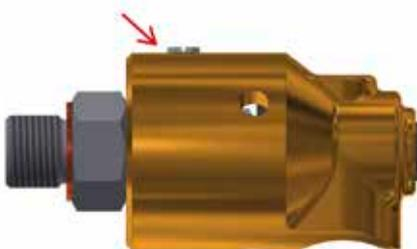
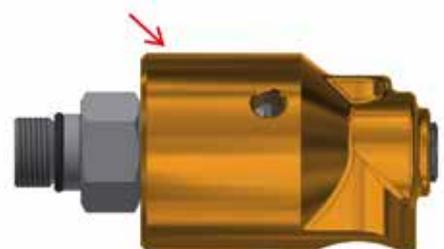

Fig. 13
Fig. 14
- Si le joint tournant à un bouchon (fig. 13) ou, pas de bouchon ni de graisseur (fig. 14), ne jamais re-graisser.